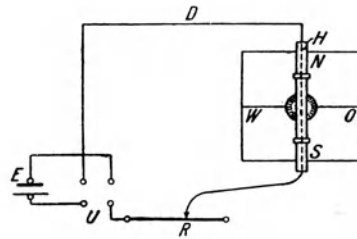

Fig. 182.
b) Bilde einen Stromkreis aus dem Sammler  $E$  (Fig. 182), dem Widerstand  $R$ , dem offenen Stromwender  $U$  und dem 2,5 m langen Draht. Befestige mit Isolierband oder Bindfaden eine 15 cm lange gerade Strecke des Drahts an dem Holzstabe  $H$  (Fig. 183). Halte den Draht dicht über die Nadel der Busssole und genau in ihrer Richtung. Schließe den Strom so, daß er in dem geraden Drahtstück von Süden nach Norden fließt. Nach welcher Himmelsrichtung wird der Nordpol der Nadel abgelenkt? Regle den Wider-
ähnlich wie in Fig. 182 durch einen ganzen Pfeil dar, und wenn sie unterm Draht liegt, durch einen durchbrochenen Pfeil, dessen Spitze den Nordpol bezeichnet.